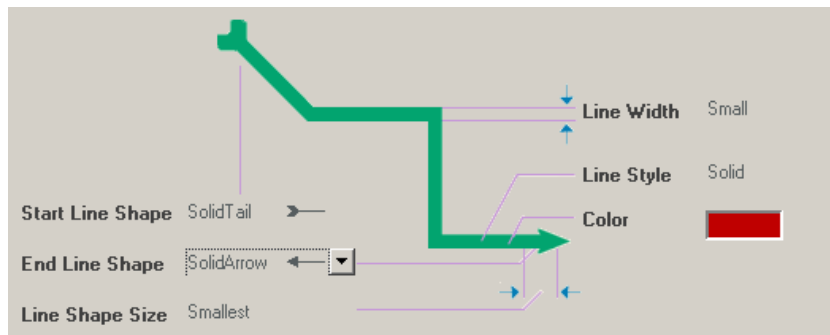

图 2.113 “PolyLine”对话框中的图例
(4) 在下拉列表中选择“SolidTail”项, 然后单击“End Line Shape”右侧的文字, 在弹出的下拉列表中选择“SolidArrow”项。设置完直线两端的类型后, “PolyLine”对话框中的图例中也将显示设置的带箭头的直线效果, 如图 2.113 所示。